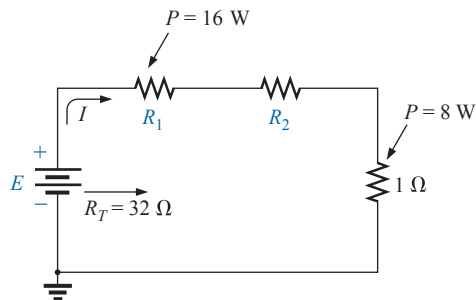

Figura 5.99 Problema 15.
15. Descubra as quantidades desconhecidas para o circuito da Figura 5.99 usando a informação fornecida.